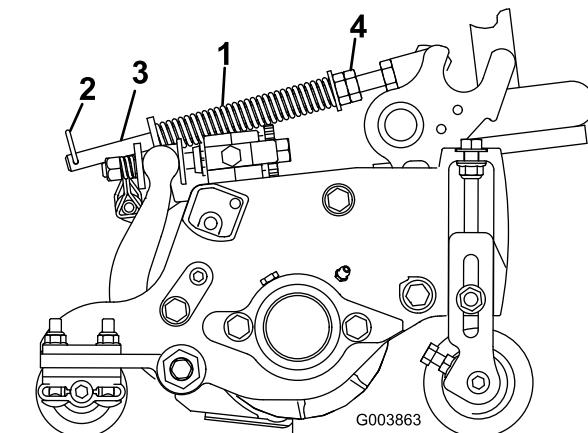

Figura 16
1. Certifique-se de que o contrapino do gancho está instalado no orifício traseiro na haste da mola (Figura 16).
2. Aperte as porcas sextavadas na extremidade dianteira da haste da mola até que o comprimento da mola em compressão seja de 15,9 cm (Figura 16).
Nota: Se tiver de remover a unidade de corte da máquina, move o contrapino do gancho para o furo frontal na haste da mola (Figura 16). Certifique-se de que a parte posterior do contrapino do gancho foi movido para o furo traseiro da haste da mola depois de a unidade de corte ser re-instalada na máquina.